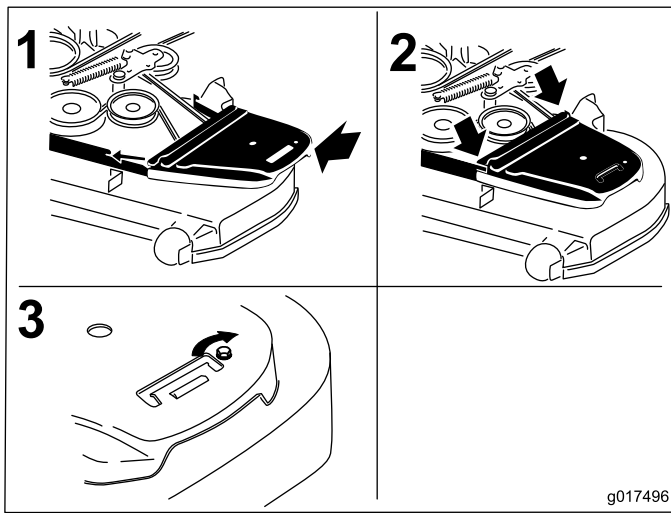

Bild 79
12. Bringen Sie die Riemenabdeckungen wieder an (Bild 79).